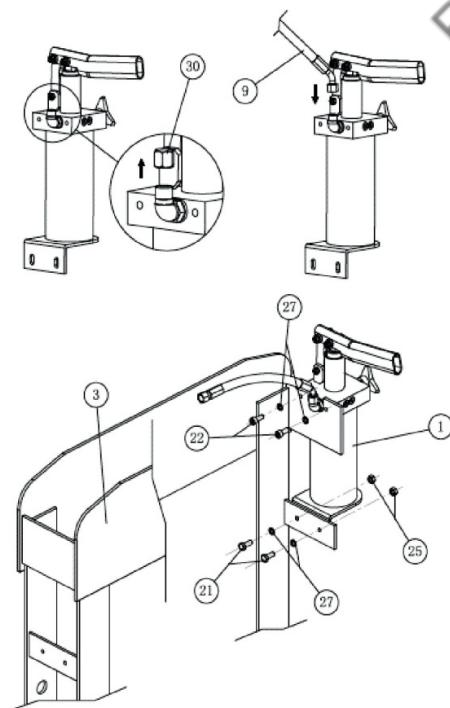

Рис. 1
Перед началом сборки разложите перед собой все детали и узлы\*. См. рис. 1. Рекомендуем соблюдать следующую последовательность действий:
При сборке используйте чертеж (см. рис. 1) в разборном виде с пронумерованными деталями. Перед началом сборки, разложите все детали перед собой. Следуйте следующим шагам:
- Снимите поз. 30 с цилиндра (1) и присоедините шланг (9)
- Установите цилиндр (1), как показано на рис. 1
- Используйте крепления поз. (21), (22), (25), (27) для соединения цилиндра (1) с рамой пресса (3), тщательно закрутите гайки.